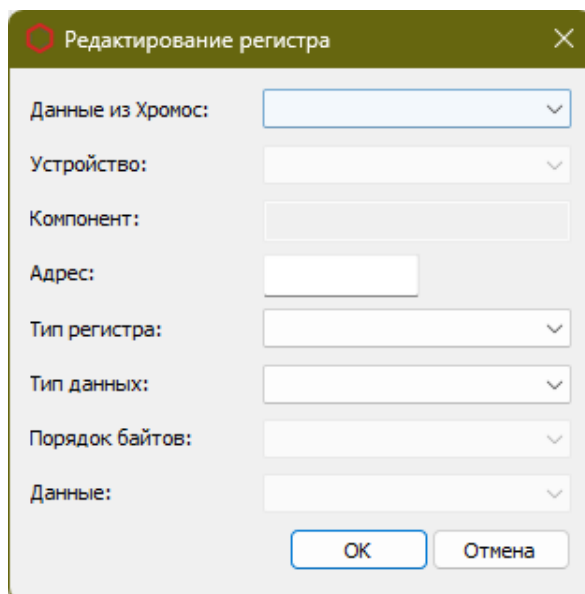

Рис. 5. Окно «Редактирование регистра»
- Чтобы создать новый регистр, нажмите **Добавить регистр**. Откроется окно *Редактирование регистра* (Рис. 5);
- Чтобы редактировать существующий регистр, дважды кликните по соответствующей записи в списке регистров. Откроется окно *Редактирование регистра* (Рис. 5);